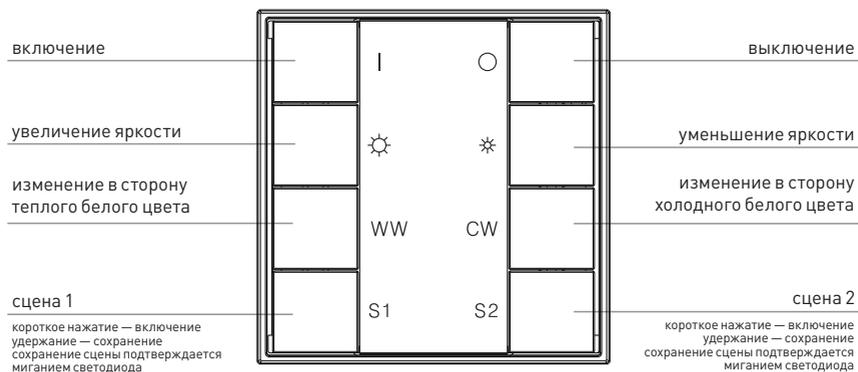

Рис. 2. Назначение кнопок
- 3.8. Проверьте работу панели (Рис. 2).